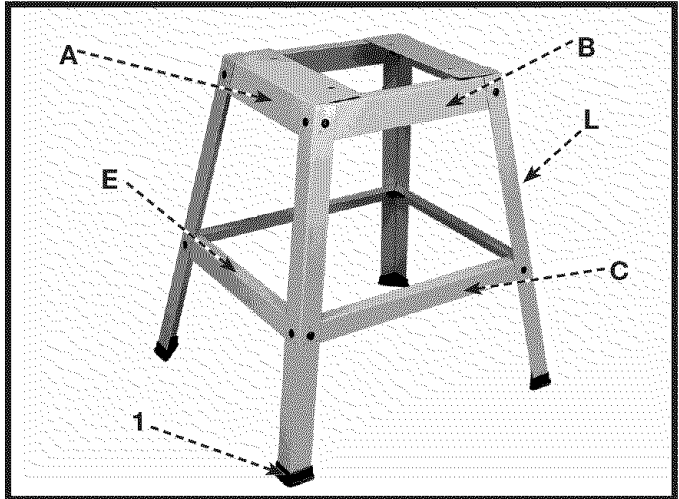

Fig. 4
1. Monte el soporte según lo demostrado en Fig. 4, usando las piezas demostradas en Fig. 3. Los apoyos, las piernas y los pies se etiquetan iguales en ambas ilustraciones. Inserte M8 X 16 Mm tornillos de cabeza de coche por las piernas y los paréntesis entonces colocan las 3/8" arandelas planas seguidas por arandelas de cerradura M8 en los tornillos y aseguran con las nueces del mal de ojo M8. Apriete solamente las tuercas apretadas con los dedos en este tiempo. **NOTA:** Los labios superiores de los apoyos laterales (A) Fig. 4, deben caer encima de los apoyos delanteros posteriores (B).
2. Una los cuatro pies plásticos de Fig. 4 de (1), al fondo de cada pierna (L).